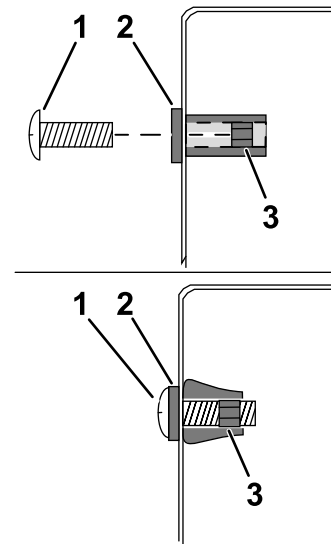
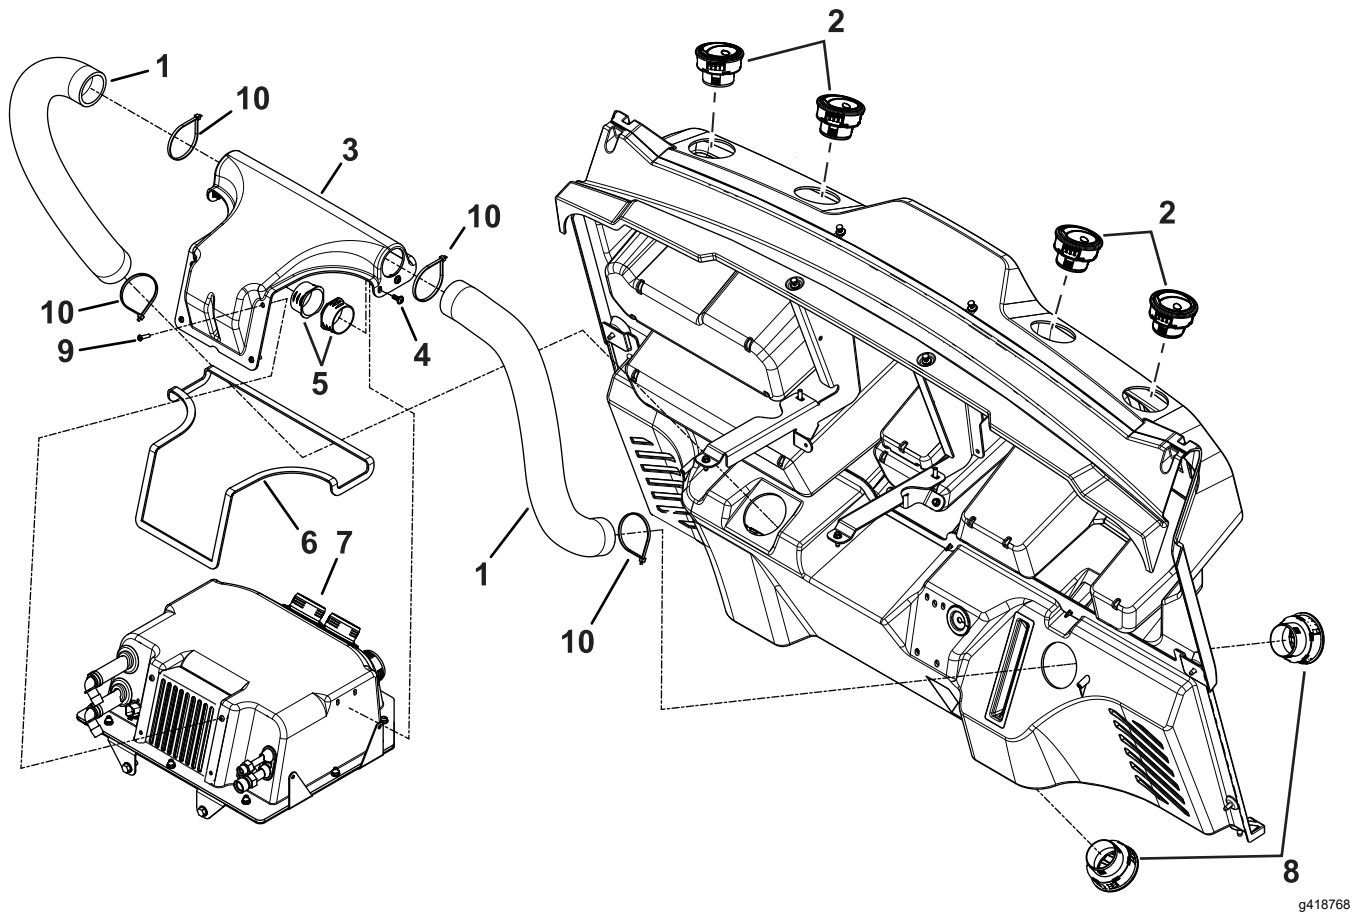
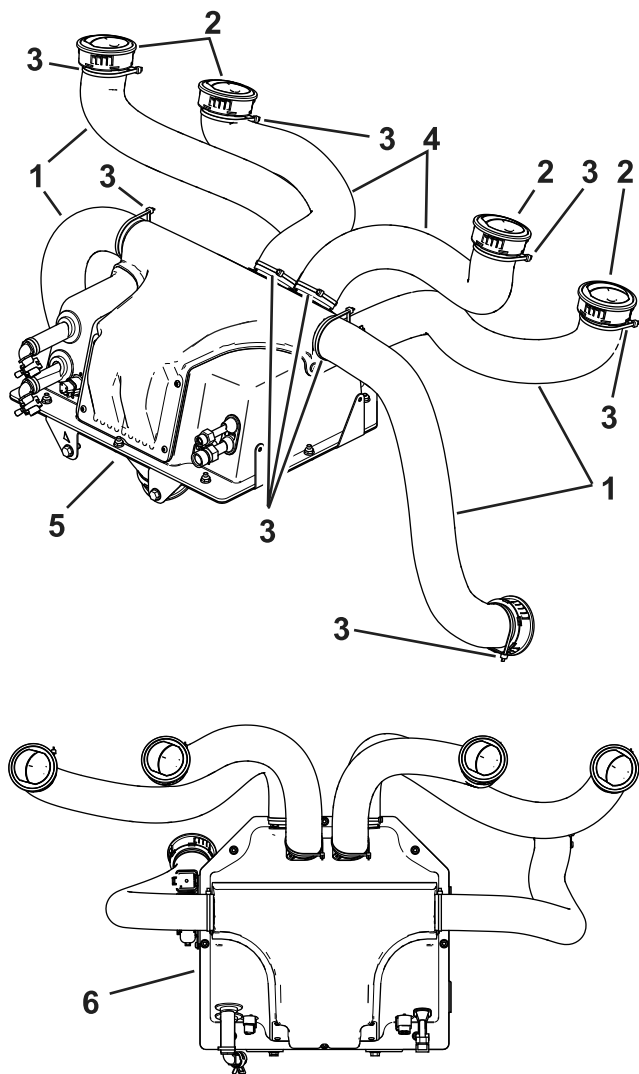

Bild 22
Bild 23
Bild 24
1. Schließen Sie die 4 Lüftungsschläuche (55 mm x 68,6 cm bzw. 27") an die einstellbaren Entlüftungen und die 2 Lüftungsschläuche (55 mm x 45,7 cm bzw. 18") an die nicht einstellbaren Entlüftungen mit 6 großen Kabelbindern an, wie in Bild 24 dargestellt.
2. Verlegen Sie die Schläuche und installieren Sie die 4 einstellbaren Entlüftungen in die 4 oberen Löcher; siehe Bild 23 und Bild 24.
3. Verlegen Sie die Schläuche und installieren Sie die 2 nicht einstellbaren Entlüftungen in die unteren 2 Löcher; siehe Bild 23 und Bild 24.
8. Montieren Sie die Flanschadapter in der Lufteinlassabdeckung (**Bild 21** und **Bild 23**).
9. Montieren Sie die Lufteinlassabdeckung mit 4 Halbrundschaubrauben (M5 x 22 mm) am HLK-Kasten; siehe Bild 22 und Bild 23.
Hinweis: Um zu verhindern, dass die Quellgummimutter in den HLK-Kasten gedrückt werden, ziehen Sie die Schrauben nur von Hand an (Bild 22).
10. Montieren Sie die Lufteinlassabdeckung mit 4 Blechschrauben (1,46 x 13 mm) am HLK-Kasten; siehe Bild 23.
1. Schließen Sie die 4 Lüftungsschläuche (55 mm x 68,6 cm bzw. 27") an den HLK-Kasten und die 2 Lüftungsschläuche (55 mm x 45,7 cm bzw. 18") an die Lufteinlassabdeckung mit 6 großen Kabelbindern an, wie in Bild 23 und Bild 24 dargestellt.